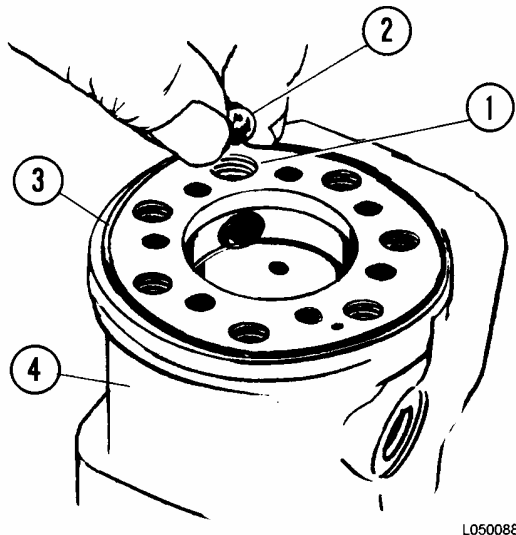

FIGURA 5-12. MONTAJE DE LA BOLA DE RETENCION
10. Instale la bola de retención en el orificio que se muestra en la Figura 5-12. Instale y apriete levemente el buje roscado.
11. Engrase el anillo de goma (3) con vaselina e instale en la ranura de la caja.